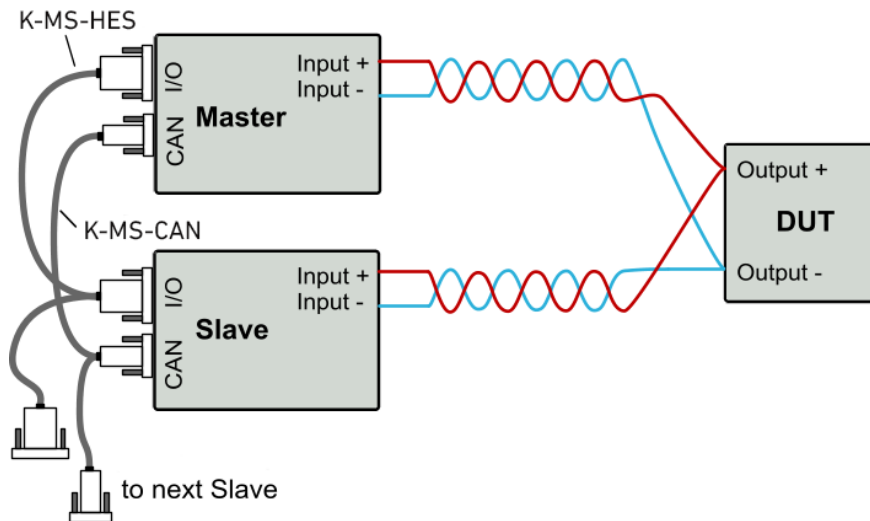

Abbildung 4.22: Verschaltung im Master-Slave-Betrieb
5. Die Lasteingänge aller Systemeinheiten wie in Abbildung 4.22 verdrillt an den Prüfling schalten. Die Leitungen aller Systemeinheiten bis zum Prüfling führen, nicht an den Systemeinheiten verbinden!